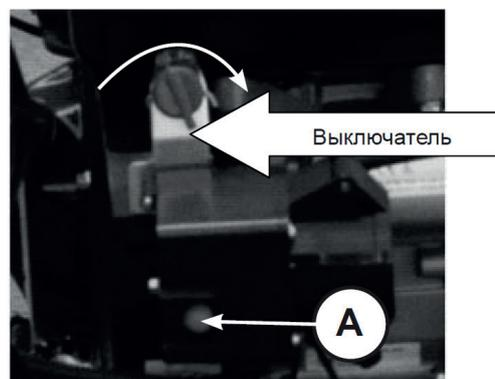

Рис.34
5. Установите выключатель в положение ON (Вкл). Нажмите и удерживайте кнопку запуска (А) электрического стартера (Рис.34).